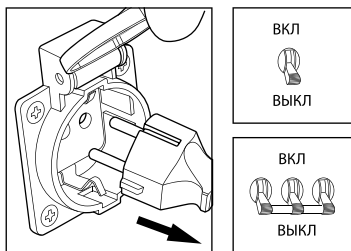

рис. 12
2. Отключите потребители электроэнергии от розеток, расположенных на панели генератора (рис. 12).